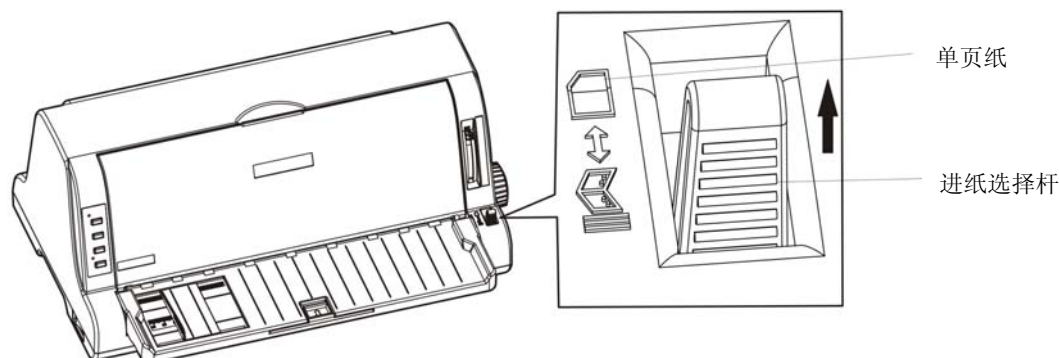

图 3-2 设定进纸位置（单页纸）
- 设定进纸选择杆于单页纸打印方式状态（如图 3-2 所示）。